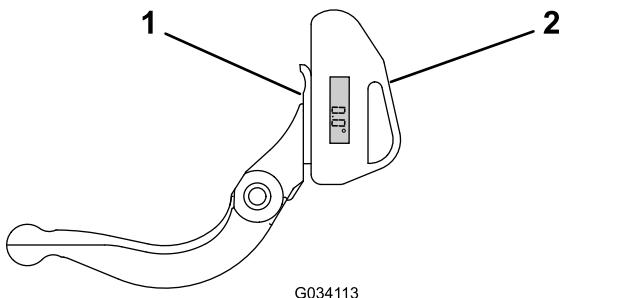

Figura 23
1. Posizionate il goniometro sul lato inferiore della controllama, come illustrato nella **Figura 23**.